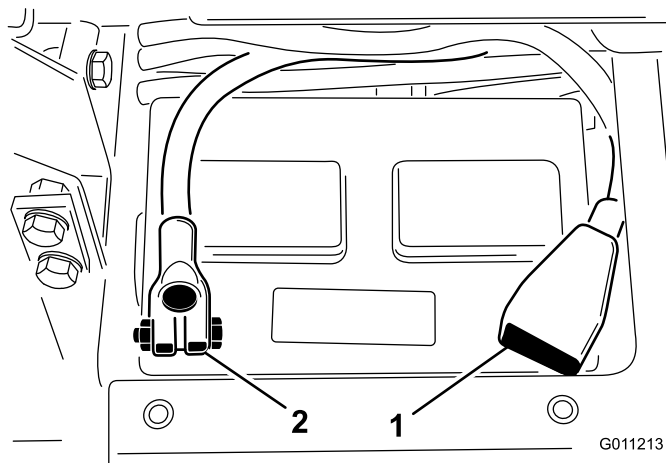

Figura 5
8. Collegate il cavo positivo (rosso) al terminale positivo (+) e il cavo negativo (nero) al terminale negativo (-) della batteria e fissateli con i bulloni e i dadi (Figura 5). Verificate che il morsetto positivo (+) sia completamente sul polo, e che il cavo sia posizionato in modo aderente alla batteria. Il cavo non deve toccare il coperchio della batteria.